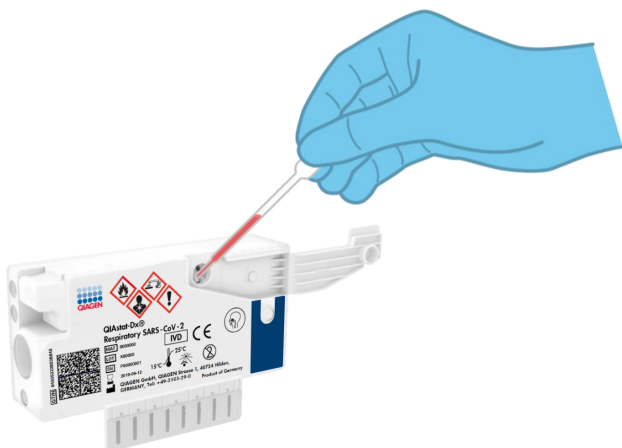

Рис. 21. Перенос пробы в основной порт QIAstat-Dx Respiratory SARS-CoV-2 Panel Cartridge.
- Осторожно перенесите 300 мкл пробы в основной порт QIAstat-Dx Respiratory SARS-CoV-2 Panel Cartridge с помощью входящей в комплект одноразовой пипетки для переноса материала (рис. 21, следующая страница).